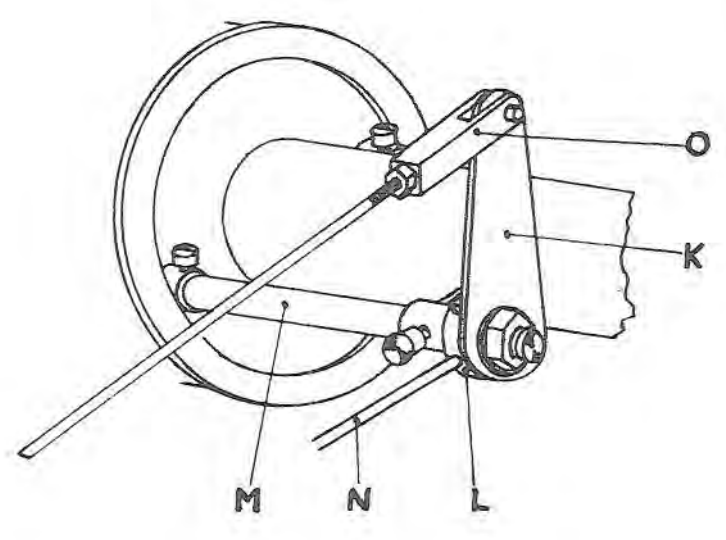

Fig.3
2. Die beiden Bremshebel K losschrauben und um je 1 Zahn verdrehen. Dabei wird die Zahnscheibe L auf der Bremswelle M mittels eines Dornes N gehalten. Fig. 3.
3. Feineinstellung: Gabelkopf O von einem Bremshebel K lösen, Handbremse nur so leicht anziehen, dass das Spiel in der andern Bremse aufgehoben ist, dann Gabelkopf O einstellen bis beide Bremsen gleich ziehen. Fig. 3.
2. Dévisser les deux leviers de frein K et tourner-les par un dent. La rondelle dentée L sur l'arbre de frein M doit être retenue par une chevillette N. Fig. 3.
3. Réglage précis: Sortir l'axe d'un levier à frein K, actionner légèrement le frein à main, puis régler la tête de la fourche O opposé de façon que les deux freins serrent pareillement. Fig. 3.